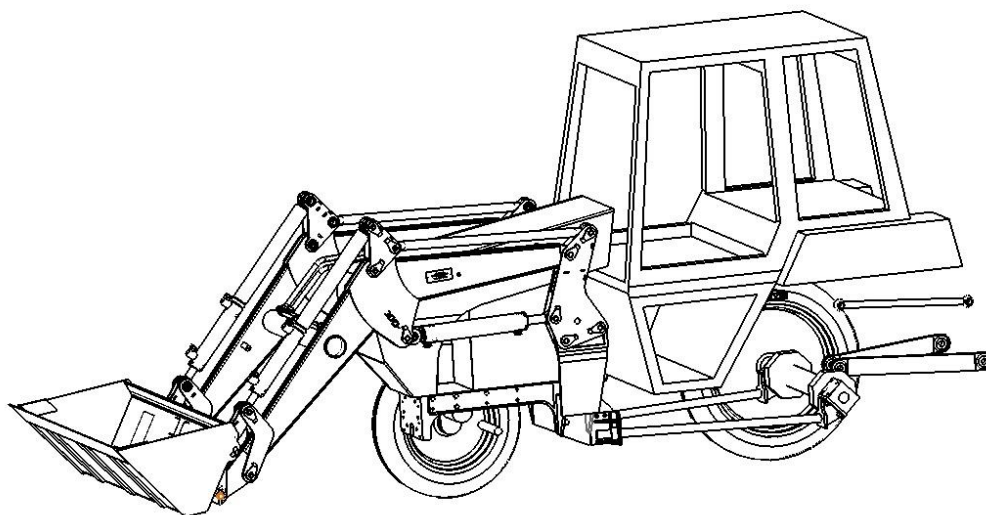

Рис.1 Общий вид погрузчика
Погрузчик на МТЗ-320 (рис.1) предназначен для погрузки различных грузов (бытового мусора, сена, соломы, навоза, минеральных удобрений, песка и т.п.) в транспортные средства, смесительные установки и машины для внесения удобрений, для механизации внутри складских работ с затаренными и незатаренными минеральными удобрениями, а также для выполнения легких планировочных работ.
3.1. Погрузчик (см. рис.1) состоит из навесного устройства, закрепляемого на тракторе, быстросъемного подъемного устройства, гидросистемы и набора сменных рабочих органов.